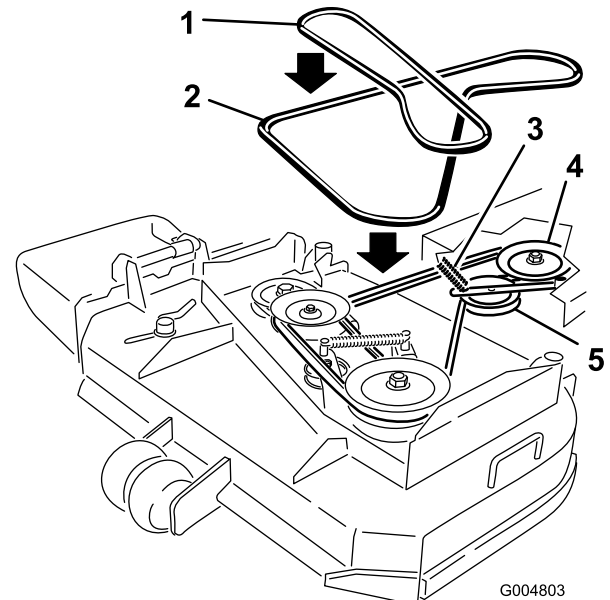

Figure 38
- Retirez la courroie de la poulie centrale sur le plateau de coupe (Figure 38). Procédez avec précaution lors du retrait de la courroie, car la tension est augmentée par la poulie de tension rappelée par ressort.
- Retirez la courroie de la poulie de moteur et la poulie de tension rappelée par ressort (Figure 38).
- Placez une courroie neuve sur la poulie de moteur et la poulie de tension rappelée par ressort (Figure 38).
- Installez la courroie sur la poulie centrale du plateau de coupe (Figure 38). Procédez avec précaution lors de la repose de la courroie, car la tension est augmentée par la poulie de tension rappelée par ressort.